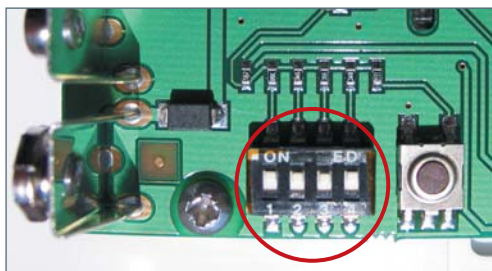

fig.7 - interruptores paralelos
- localice los 4 interruptores paralelos (fig.7).